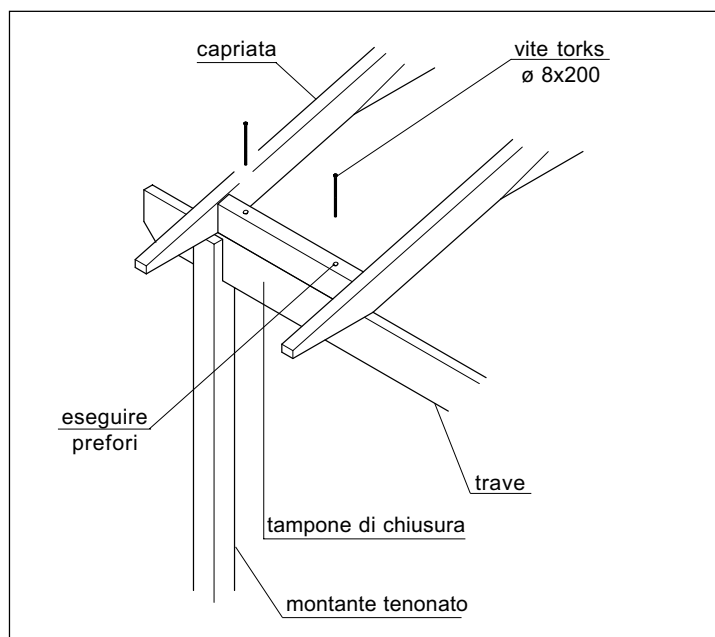

Fig. 5
- Per il fissaggio di ogni tampone utilizzare due viti torks \varnothing 8x200 ricordandosi di preforare il legno per evitare spaccature (Fig. 5).